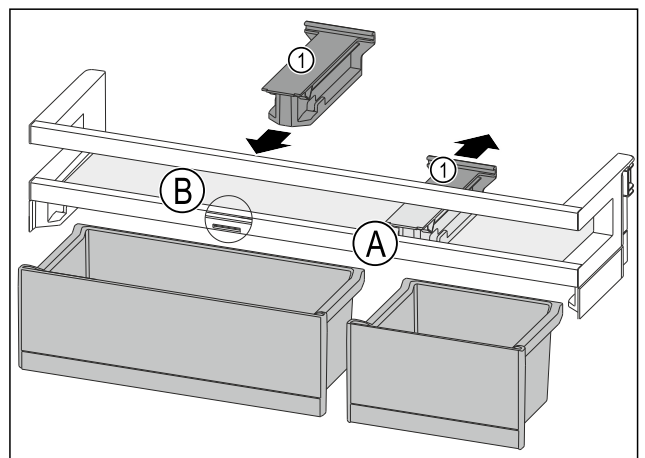

Fig. 87
- ▶ Retirer la pièce de retenue Fig. 87 (1) en position Fig. 87 (A) vers l'arrière.
- ▶ Mettre la pièce de retenue Fig. 87 (1) en position Fig. 87 (B).